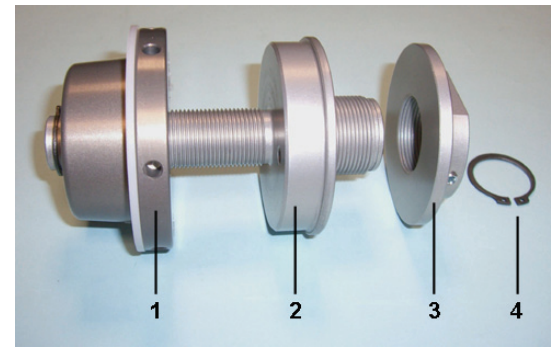

Fig. 9
- **Fig. 9** Segering (4) entfernen.
- Befestigungsmutter (3) der Verstelleinheit abschrauben, dabei auf die Plastik-kugeln hinter den Madenschraubchen achten.
- Verstelleinheit (2) im Querlenker einsetzen, mit Zapfenschlüssel fixieren und mit der Befestigungsmutter (3) kontern.
- Den Schraubring (1) (Federteller) der Verstelleinheit bis zum Gewindeende einschrauben.
- **Fig. 9** Remove snap ring (4).
- Unscrew fastening nut (3) on adjuster. Use care with the plastic beads behind the grub screw.
- Place the adjuster (2) in the control arm, fix it with a stud wrench, and counter-rotate with the fastening nut (3).
- Screw in the threaded ring (1) (spring cap) on the adjuster down to the end of the threading.
- **Fig. 9** Enlever l'anneau de retenue de type Seeger (4).
- Dévisser l'écrou de fixation (3) de l'unité de réglage. Faire attention aux billes en matière plastique derrière les deux vis sans tête.
- Remettre l'unité de réglage (2) dans le bras transversal, la fixer avec une clé à ergots et bloquer par contre-écrou à l'aide de l'écrou de fixation (3).
- Visser l'anneau fileté (1) (coupelle de ressort) jusqu'à l'extrémité du pas de vis.
- **Fig. 9** Retirar el anillo de retención (4).
- Desenroscar la tuerca de sujeción(3) de la unidad de regulación (prestar atención a las bolas sintéticas detrás de los tornillos prisioneros).
- Colocar la unidad de regulación (2) en el brazo oscilante transversal, fijarla con la llave de pernos y bloquear con la tuerca de sujeción (3).
- Girar el anillo roscado (1) (plato de resorte) de la unidad de regulación hasta el final de la rosca.